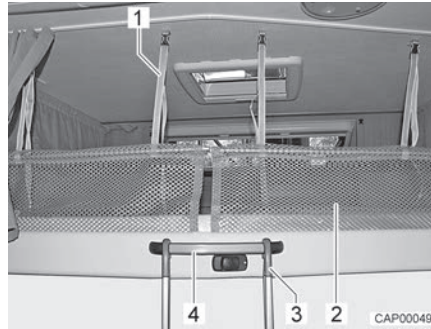

Fig. 76 Échelle de montée et filet de sécurité
*Accrocher :* ■ Accrocher l'échelle de montée (Fig. 76,3) à la poignée étrier (Fig. 76,4) du lit escamotable à l'aide des deux étriers.
**Filet de sécurité** Les filets de sécurité (Fig. 76,2) et les sangles de retenue sont rangés sous le matelas. Ne tendre les filets de sécurité qu'une fois que les personnes se trouvent dans le lit escamotable.
*Tendre :* ■ Faire s'enclencher les sangles de retenue (Fig. 76,1) dans les œilletons du plafond.